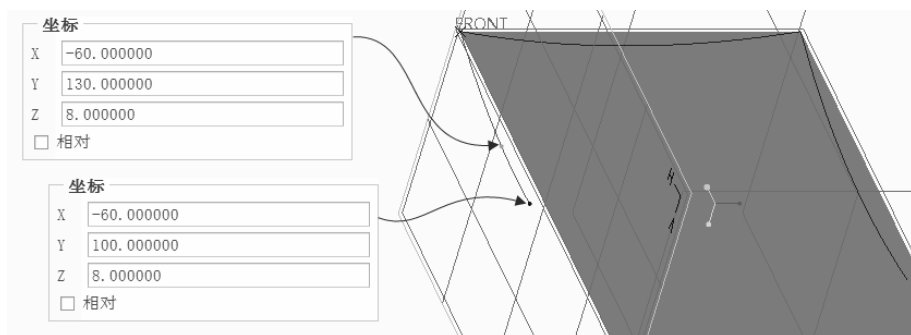

图 7-122 设置曲线点坐标
2) 选择平面曲线 3，设置平面曲线 3 的第 2 点坐标为 $(x,y,z) = (-60,130,8)$ ，第 3 点坐标为 $(x,y,z) = (-60,100,8)$ ，如图 7-122 所示。